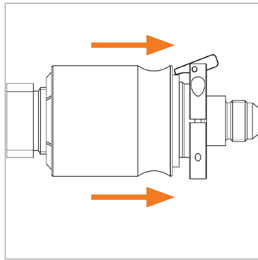

Abbildung 7
- ▶ Ziehen Sie die Schiebehülse (Pos. 1) zurück (*Abbildung 7*). Dadurch wird die Verbindung zum Behälter gelöst und der Adapter kann gerade nach hinten abgenommen werden.